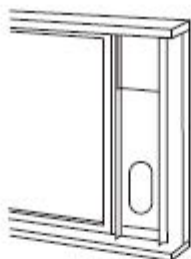

Fig. 14
3. Tăiați sigiliul din spumă (de tip adeziv) la lungimea adecvată și atașați-l în partea de sus a ferestrei. După cum se vede în Fig. 14.